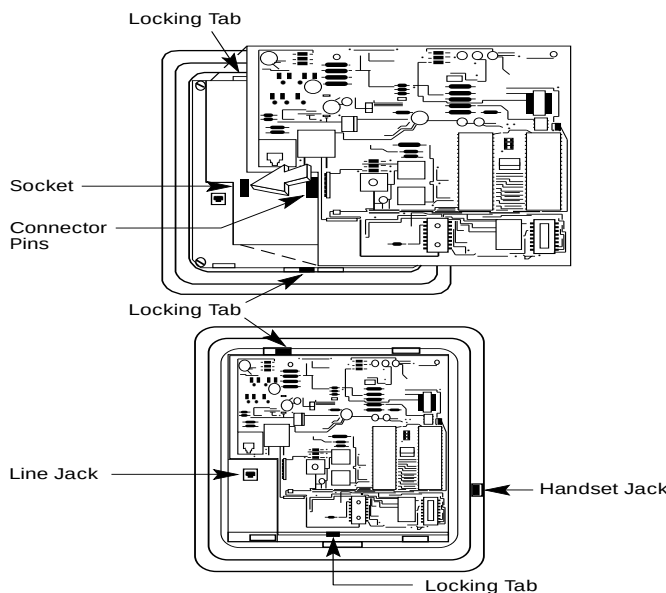

Figure 3-9. Installing an MFM Module
- 5. Install the new MFM. See Figure 3-9.